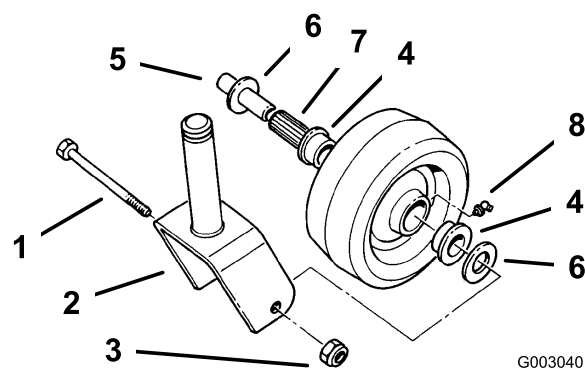

Figura 39
- Retire la contratuerca y el perno que sujetan la rueda giratoria a la horquilla (Figura 39).
- Retire un solo casquillo y tire del casquillo intermedio y del cojinete de rodillos para sacarlos del cubo de la rueda (Figura 39).
3. Retire el otro casquillo del cubo de la rueda y limpie la grasa y la suciedad del cubo de la rueda (Figura 39).
4. Inspeccione el cojinete de rodillos, los casquillos, el casquillo intermedio y el interior del cubo de la rueda para comprobar que no están desgastados. Cambie las piezas defectuosas o desgastadas (Figura 39).
5. Para montar el conjunto, coloque un casquillo en el cubo de la rueda. Engrase el cojinete de rodillos y el casquillo intermedio y deslícelos en el cubo de la rueda. Coloque el segundo casquillo en el cubo de la rueda (Figura 39).
6. Instale la rueda giratoria en la horquilla y fíjela con el perno y la contratuerca. Apriete la contratuerca hasta que el casquillo intermedio se apoye contra el interior de las horquillas de las ruedas giratorias (Figura 39).